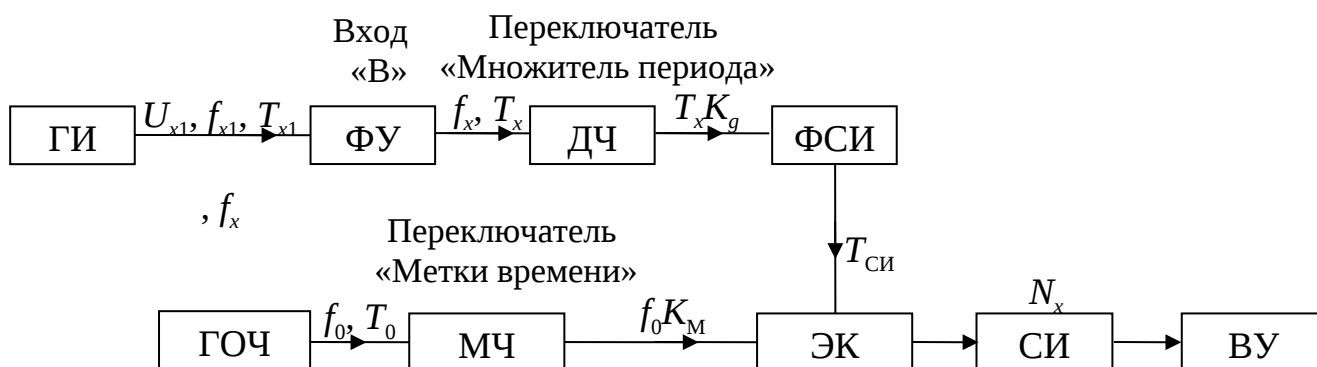

Рис. 2.12. Функциональная схема частотомера, работающего в режиме измерения периода исследуемого сигнала
Функциональная схема частотомера, работающего в режиме измерения длительности периода функции, приведена на рис. 2.12.
- 6.1. Функциональная схема (рис. 2.12).